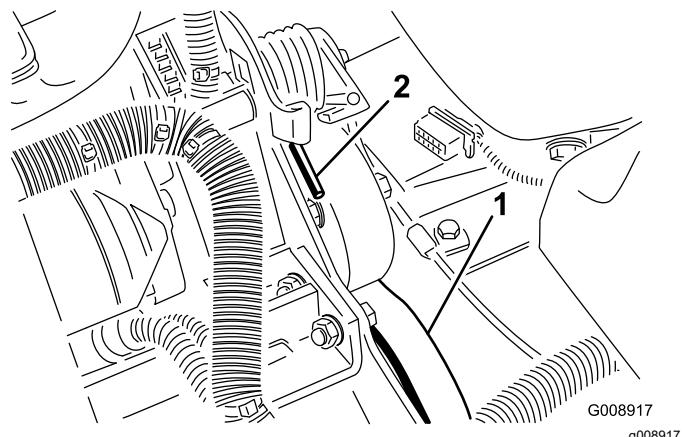

Figure 78
3. Appuyez sur l'extrémité du ressort (Figure 78) et poussez-la vers l'avant pour décrocher le ressort du support et le détendre.